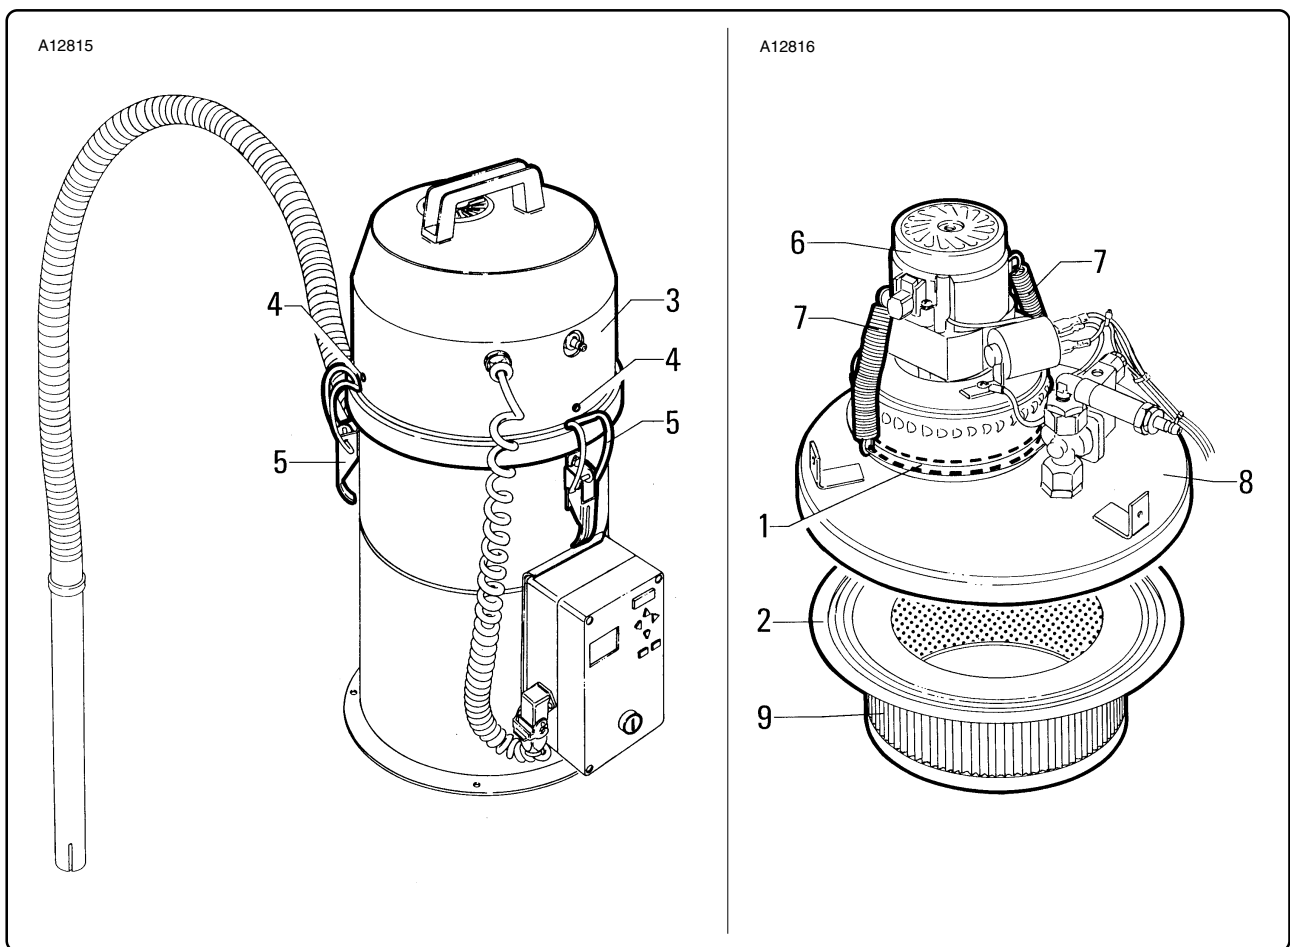

Fig. 7.5.1
7.5.1 - Verifica dello stato di usura delle guarnizioni di tenuta (fig. 7.5.1)
7.5.1 - Check the condition of the seals (fig. 7.5.1)
7.5.1 - Vérification de l'état d'usure des joints d'étanchéité (fig. 7.5.1)
7.5.1 - Control del estado de desgaste de las juntas estancas (fig. 7.5.1)
- Allentare i ganci "4" (fig. 7.5.1).
- Togliere il coperchio "3" (fig. 7.5.1).
- Sollevare il coperchio "8" (fig. 7.5.1).
- Verificare lo stato del filtro "9" (fig. 7.5.1).
- *Slacken off the hooks "4" (fig. 7.5.1).*
- *Remove cover "3" (fig. 7.5.1).*
- *Lift up cover "8" (fig. 7.5.1).*
- *Check condition of filter "9" (fig. 7.5.1).*
- Desserrer les crochets "4" (fig. 7.5.1).
- Enlever le couvercle "3" (fig. 7.5.1).
- Soulever le couvercle "8" (fig. 7.5.1).
- Vérifier l'état du filtre "9" (fig. 7.5.1).
- *Soltar los ganchos "4" (fig. 7.5.1).*
- *Quitar la tapa "3" (fig. 7.5.1).*
- *Alzar la tapa "8" (fig. 7.5.1).*
- *Controlar el estado del filtro "9" (fig. 7.5.1).*